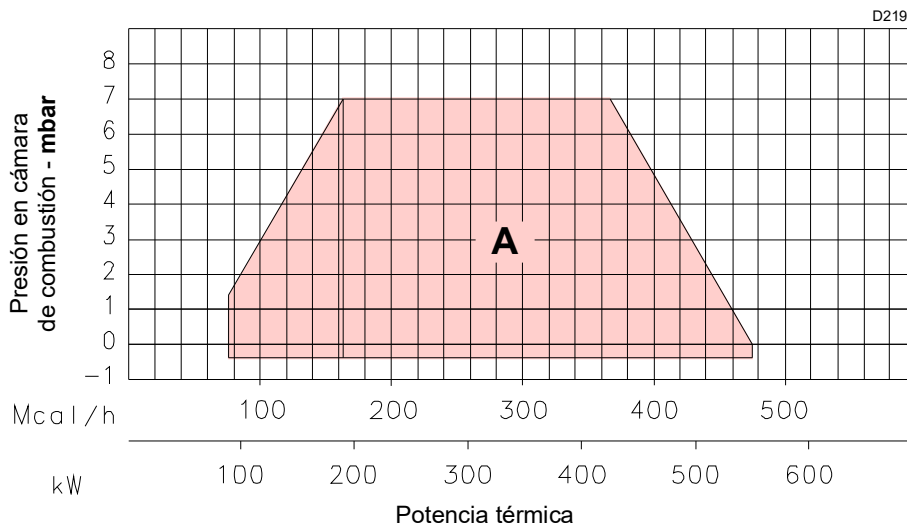

Fig. 2
- una **POTENCIA MÁXIMA**, seleccionada dentro de la zona A (Fig. 2);
El campo de trabajo (Fig. 2) se ha calculado considerando una temperatura ambiente de 20 °C, una presión barométrica de 1013 mbar (aprox. 0 metros s.n.m.) y con el cabezal de combustión regulado como se indica en la pág. 16.